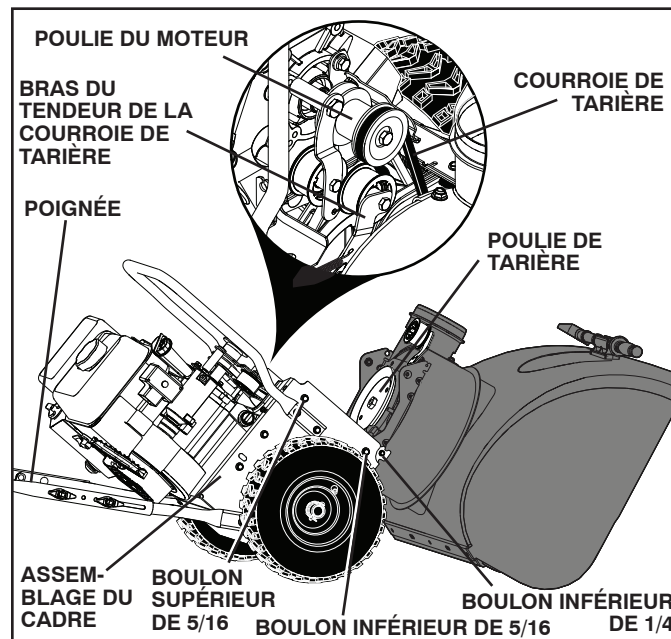

FIG. 21
2. ENLEVER LA GOULOTTE D'ÉVACUATION – Desserrer le contre-écrou qui retient la tête de rotation de la goulotte au support de montage. Desserrer-la juste assez pour permettre à la tête de rotation de la goulotte d'être surélevée et que la goulotte d'évacuation puisse être enlevée de sur la souffleuse à neige. Voir la Fig. 21.
REEMPLACEMENT DE LA COURROIE DE TARIÈRE (Voir la Fig. 21)